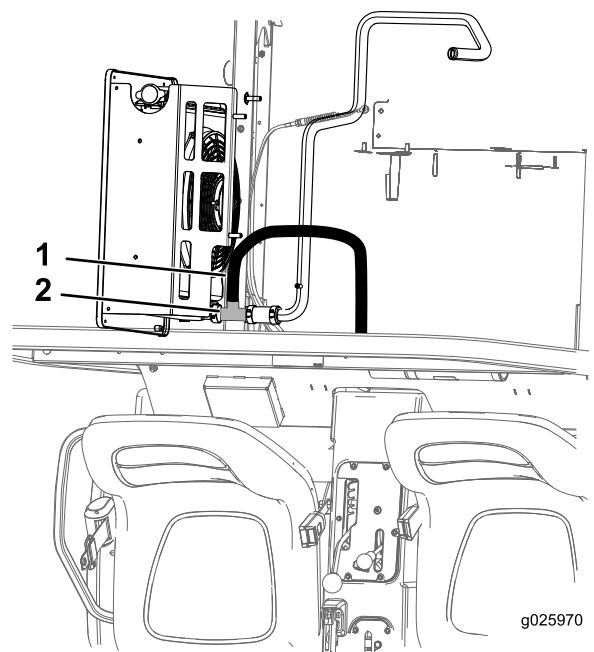

図 8
3. 下側ラジエターホースを切断し、この切断した部分に字フィッティングを入れ、幅広のホースクランプ2個で固定する 図 8。